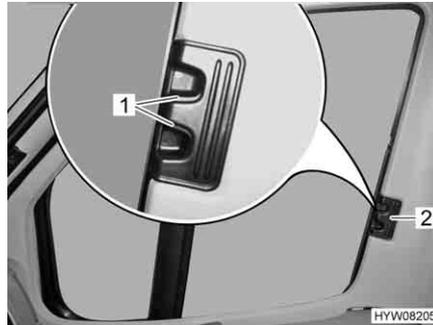

Bild 7 Lås för plisségardiner förar-/passagerarfönster
- Ta tag i plisségardinens handtag (Bild 7,2) och skjut in så långt det går.
- Låt låshandtagen (Bild 7,1) haka fast.